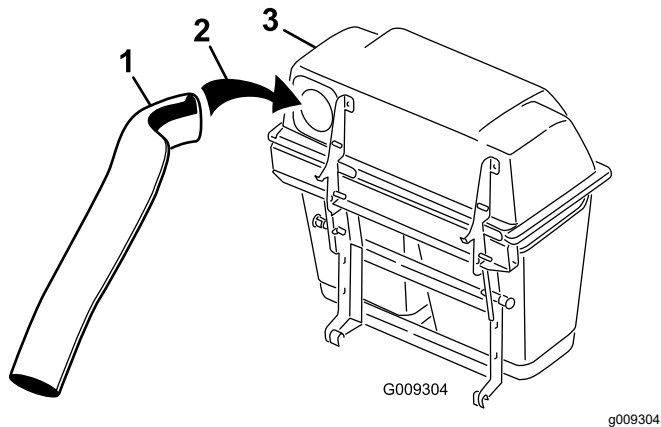
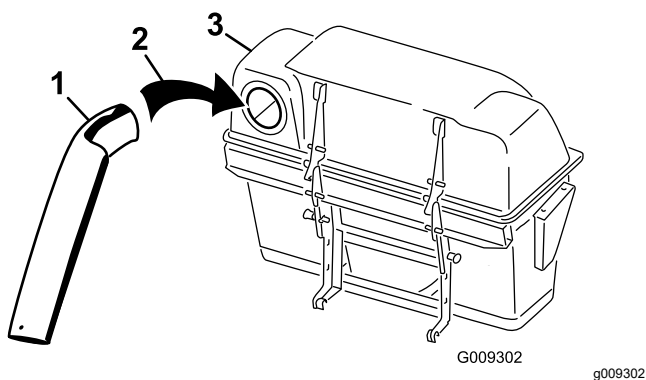

Figure 22
Figure 23
5. Insérez le tube supérieur dans l'ouverture du système de ramassage puis ressortez-le pour que le joint en caoutchouc ressorte (Figure 22 ou Figure 23).